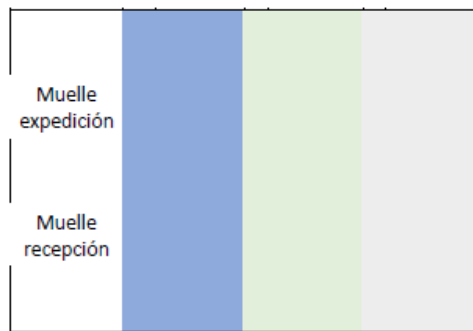

Fig.1.1 Lay out del almacén.
10.- PARTE 3. Fig. 1.1 La asignación de categorías de referencias a zonas será:
11.- PARTE 3. Fig. 1.1. Si observamos la distribución en planta observamos que se trata de una distribución en: